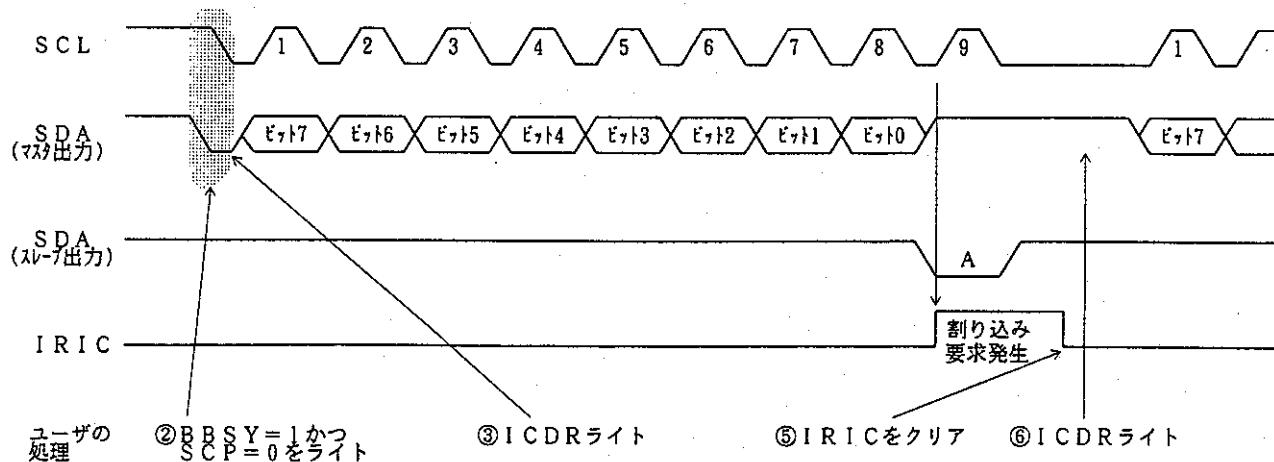

図 10.3.5 マスタ送信モード動作タイミング (MLS=WAIT=ACK=0 の時)
- ① I C M R の M L S 、 W A I T および I C C R の A C K 、 C K S 2 ~ C K S 0 を動作モードに合わせて設定します。また、 I C C R の I C E を 1 にセットします。
- ② I C S R の B B S Y をリードし、バスがフリー状態であることを確認後、 I C C R の M S T 、 T R S をそれぞれ 1 にセットしてマスタ送信モードに設定します。その後、 B B S Y を 1 にセット、かつ S C P を 0 にクリアします。これにより、 S C L が High レベルの時 S D A を High レベルから Low レベルに変化させ、開始条件を生成します。
- ③ I C D R にデータをライトします。マスタデバイスは、図 10.3.5 で示すタイミングで送信クロックと I C D R にライトされたデータを順次送出します。S A R の F S が 0 のとき、開始条件に続く第 1 バイトデータは 7 ビットのスレーブアドレスと送信 / 受信の方向を示します。選択された（スレーブアドレスが一致した）スレーブデバイスは、送信クロックの 9 クロック目に S D A を Low レベルにし、アクノリッジを返します。
- ④ 1 バイトのデータ送信が終了し、送信クロックの 9 クロック目の立ち上がりで I C S R の I R I C が 1 にセットされます。この時、 I C C R の I E I C が 1 にセットされていると C P U に対し割り込み要求を発生します。また S C L は 1 フレーム転送終了後、内部クロックに同期して自動的に Low レベルに固定されます。
- ⑤ ソフトウェアで I C S R の I R I C を 0 にクリアします。
- ⑥ 送信を続ける場合は、次に送信するデータを I C D R にライトします。次バイトの送信は内部クロックに同期して行われます。
④から⑥を繰り返し行うことにより、連続的にデータを送信することができます。送信を終了する場合は I C S R の B B S Y と S C P をそれぞれ 0 にクリアします。これにより、 S C L が High レベルの時、 S D A を Low レベルから High レベルに変化させ、停止条件を生成します。